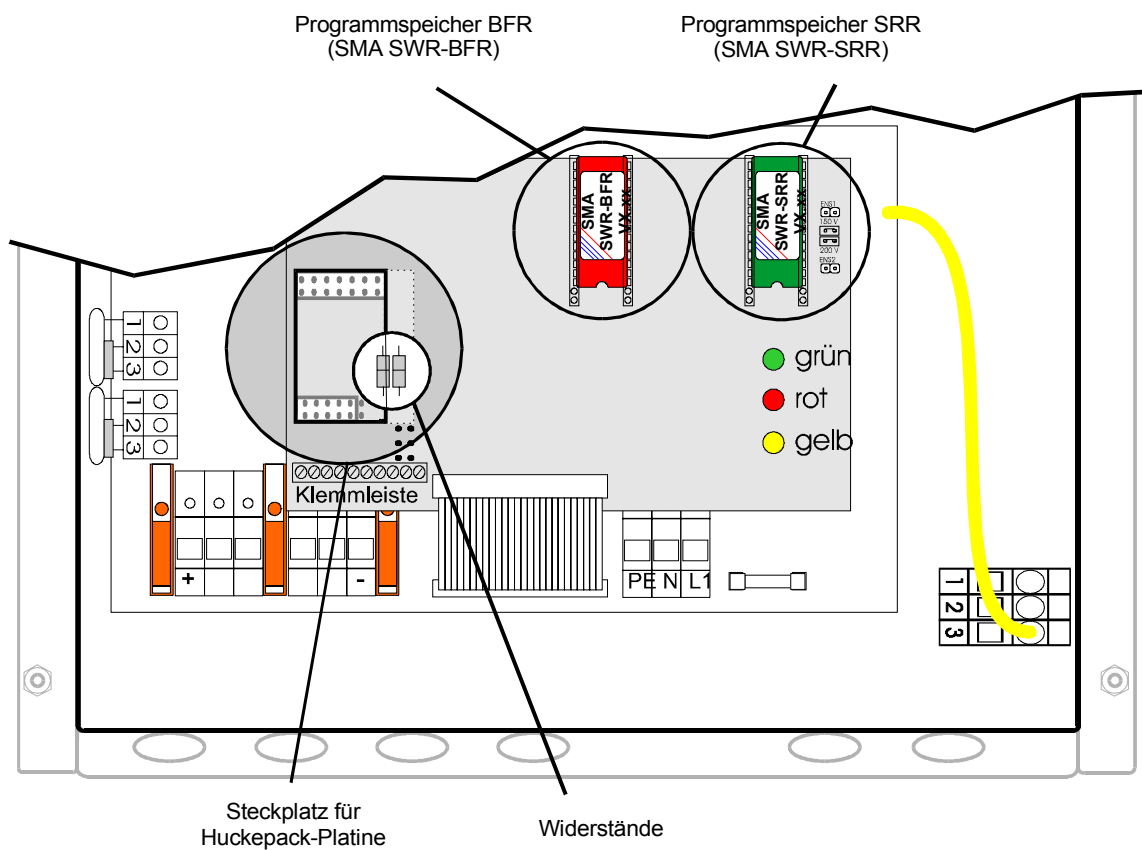

Abbildung 6.6: Sunny Boy mit Huckepack-Platine
- Die Huckepack-Platine NLM für den *Sunny Boy* ist vorhanden (siehe Abbildung 6.6)
Entfernen Sie eine eventuell vorhandene Huckepack-Platine, die auf der Betriebsführungsplatine steckt (siehe Abb. 6.6).
- Entfernen Sie die eventuell vorhandenen hellblauen Drahtbrücken (Widerstände in Abb. 6.6) auf der Betriebsführungsplatine, indem Sie diese Bauteile mit einem kleinen Seitenschneider heraustrennen.
- Vergewissern Sie sich bitte, ob die hellblauen Drahtbrücken (Widerstände in Abb. 6.6) auf der Betriebsführungsplatine vorhanden sind. Fehlen diese, so müssen dort Drahtbrücken (entsprechend 0 Ohm Widerständen) eingelötet werden.